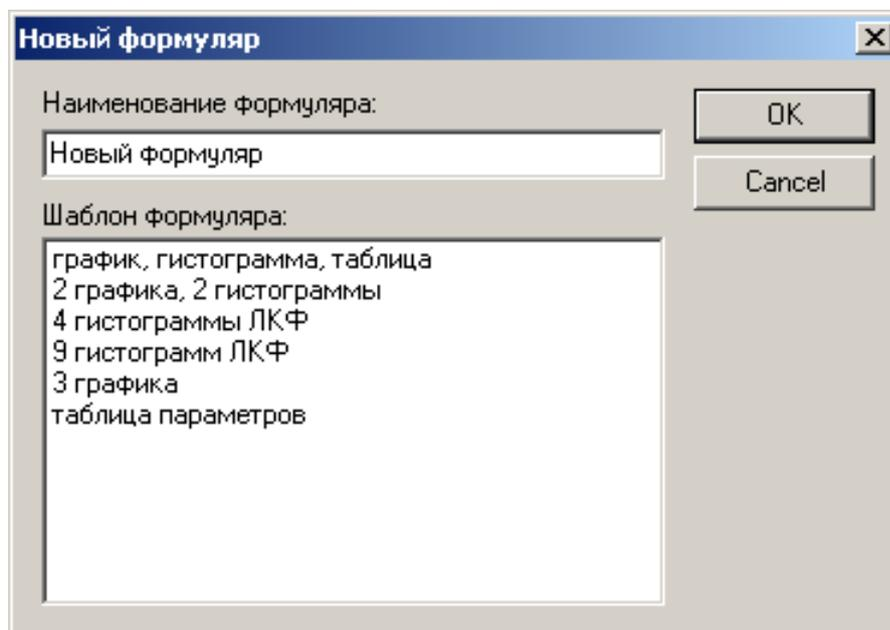

Рисунок 4.7. Шаблоны формуляров
4.2.4.1 Наиболее часто используемые способы отображения информации представлены в ПО “ТМ Регистратор” шестью шаблонами формуляров. Список шаблонов появляется при выборе вкладки “Вид” и команды “Добавить формуляр...” – рисунок 4.7.